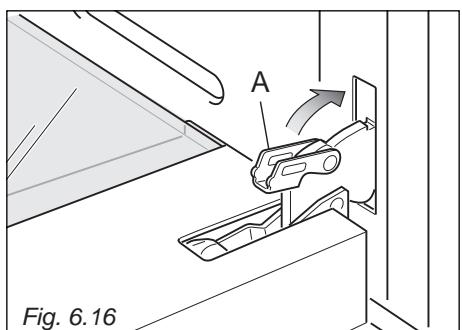

Fig. 6.16
4. Låsebøylene "A" på venstre og høyre side lukkes helt, som vist på Fig. 6.16.